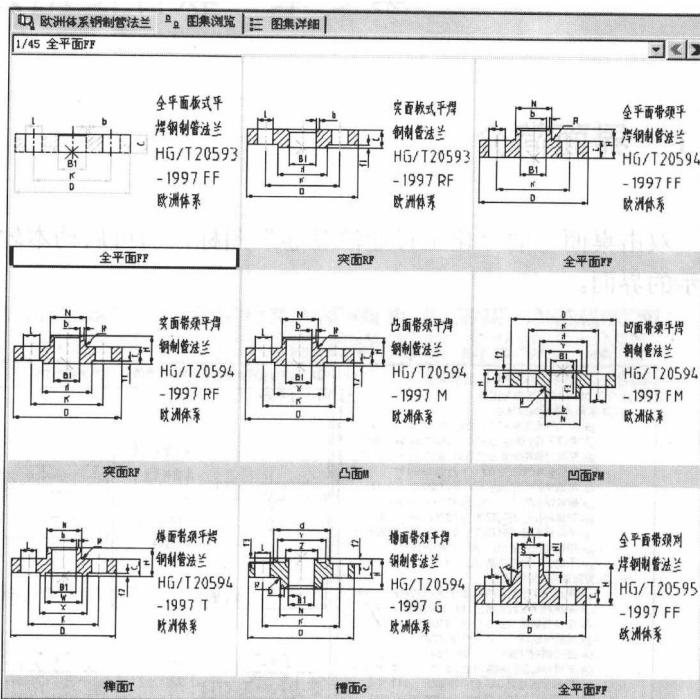

图 2-4 图集资料区
(3) 图集资料区。如图 2-4 所示, 包括“内容”、“图集浏览”和“图集详细”选项卡。在目录区中选择图集时, “内容”部分显示首页的内容; 在目录区中选择资料部分时, “内容”部分显示相对应的资料。